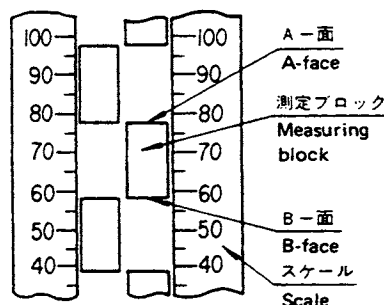

Fig. 8
- たとえばFig.8の測定ブロック上面を使用した場合は70mm、下面を使用した場合は50mmと読取して下さい。
Reading is made in the unit of 10 mm on the reference scale. In Fig. 8, A-face in between 70 mm and 80 mm graduation is read as 70 mm in height and B-face as 50 mm.
- Fig. 8 - Fig.10で測定ブロック上面を使った場合は、次のようになります。